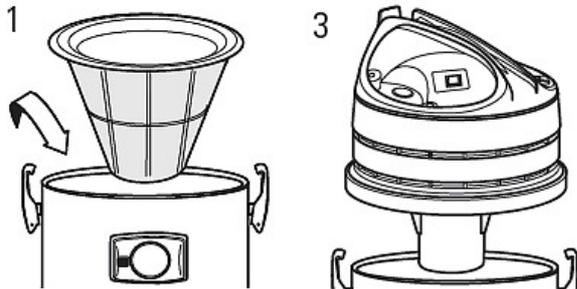

Abb. 5: Filter einsetzen und Motorkopf einsetzen
Schritt 5: Setzen Sie den Motorkopf auf den Behälter und verschließen Sie ihn mit Hilfe der Klammern. (Abb. 5. 3).